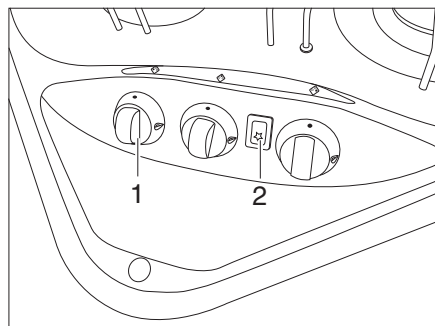
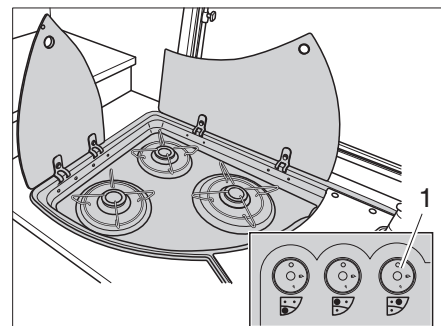

Fig. 137 Boutons de commande pour le réchaud à gaz
Fig. 138 Variante: Boutons de commande pour le réchaud à gaz
- Tourner le bouton tournant (Fig. 137,1 ou Fig. 138,1) du brûleur désiré en position d'allumage (grande flamme).
- Si une touche d'allumage (Fig. 137,2) est présente: Générer une étincelle en appuyant sur la touche d'allumage.